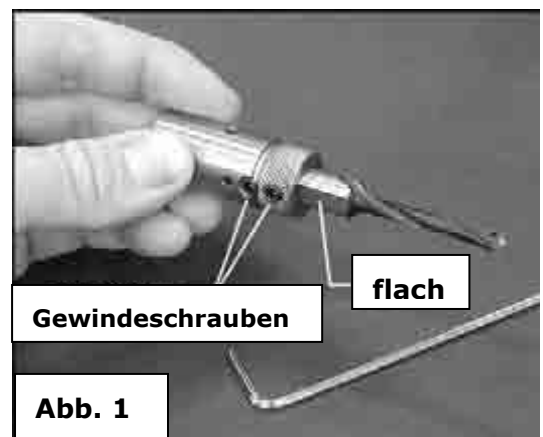

Abb. 1
- Ziehen Sie die beiden Stellschrauben am Spannfutter mit einem 2,5-mm-Inbusschlüssel fest. Abb. 1.
- Der Bohrer wird mit einer Gewindeschraube im Schaft auf die gewünschte Länge eingestellt (siehe Abb. 1).
- Stellen Sie sicher, dass die beiden Gewindeschrauben (Abb. 1) genügend tief in das Spannfutter eingeschraubt sind.